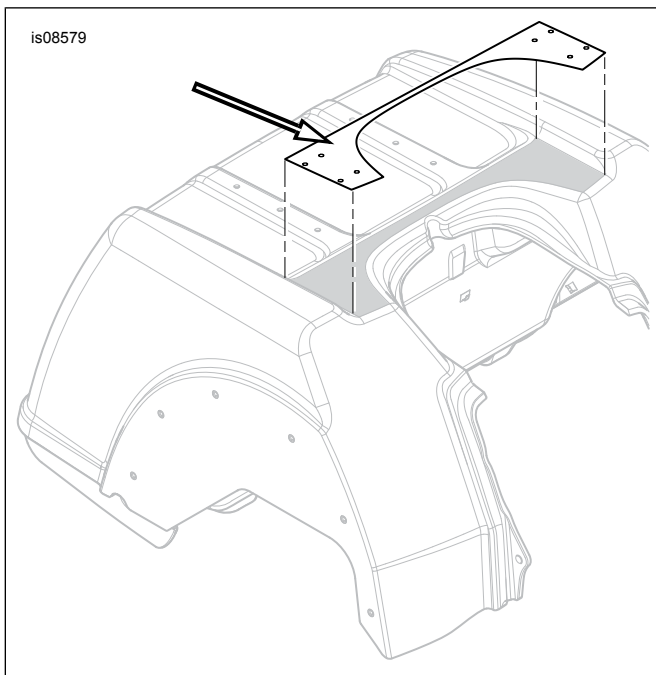
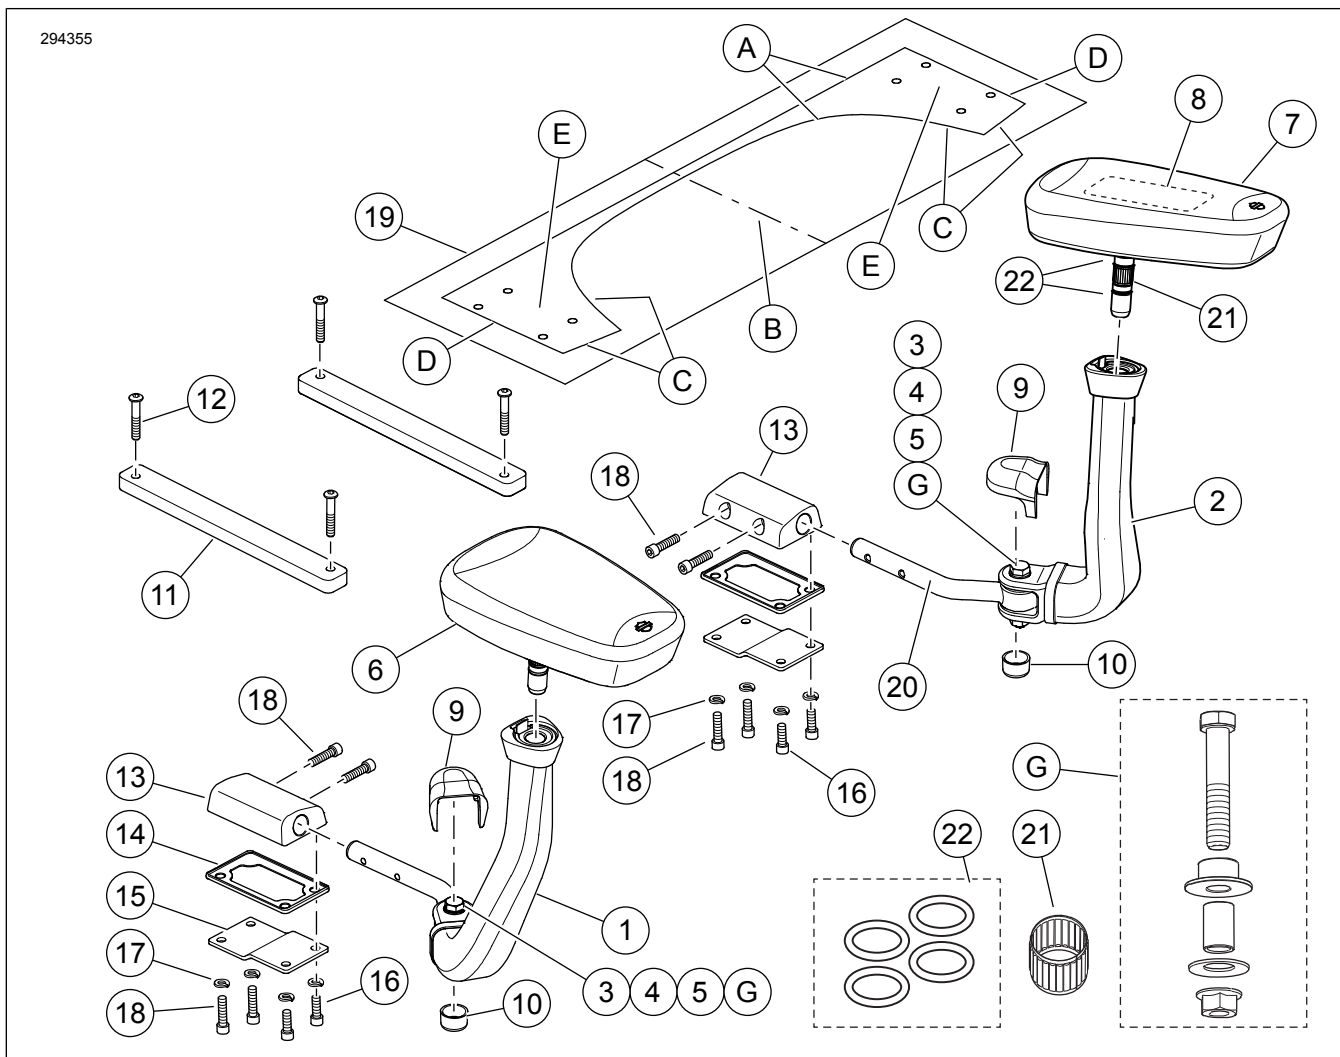

Figure 1. Modèle de perçage du support d'accoudoir
Figure 3. Pièces de rechange, kit d'accoudoir passager pour motocyclette à trois roues
Voir la Figure 3. et Voir le tableau 1.
1. **TOUS les modèles** : Voir la Figure 3. Dans le kit, prenez le modèle de perçage (19) du support de l'accoudoir. Découpez le modèle le long du contour noir (A). Voir la Figure 1. Placez le modèle sur la partie supérieure avant de la carrosserie du véhicule, en alignant les contours de la carrosserie.
- a. Voir la Figure 3. Aligned le trou fileté de la vis de montage de la selle sur l'axe central du modèle (B).
- b. Aligned les bords avant du gabarit (C) le long des courbes descendantes de la carrosserie.
- c. Aligned les bords du modèle (D) entre les courbes ascendantes de la carrosserie.
2. Voir la Figure 3. Assemblez un bloc de support (13\*) d'accoudoir et un rembourrage (14). Placez l'ensemble sur la carrosserie du véhicule avec les deux trous orientés vers le centre du véhicule. Alignez les quatre trous de montage.
3. Dans le kit, prendre une plaque de support (15) d'accoudoir, deux vis courtes (16), deux vis longues (18) et quatre rondelles de blocage fendues (17). Enfilez une rondelle de blocage sur le filetage de chaque vis.
- i. Voir la Figure 3. Placez deux plaques d'adaptateur (11) du support d'accoudoir sur le rail de montage du Tour-Pak. Alignez les quatre trous.
- j. Dans le kit, prenez quatre longues vis à tête de bouton (12). Insérez les vis dans la plaque de base, dans le fond du Tour-Pak et dans les plaques d'adaptateur du support d'accoudoir. Vissez les vis dans les écrous sur la partie inférieure du support de fixation du Tour-Pak.